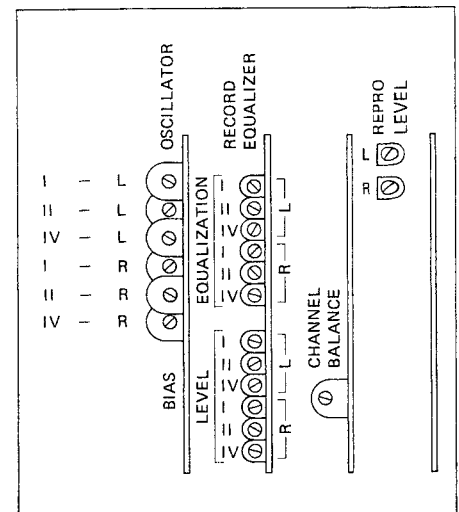

Fig. 5.3
- Den Generatorpegel verändern, bis am linken Ausgang 0,775 V anstehen. Mit dem Trimpotentiometer CHANNEL BALANCE (Fig. 5.3) den rechten Kanal auf den gleichen Pegel einstellen.
- Vary generator level until 0.775 V is available at the left-hand output. Adjust right-hand channel to identical level with the aid of CHANNEL BALANCE trimmer potentiometer (Fig. 5.3).
- Ajustez le niveau du générateur jusqu'à ce que la sortie gauche délivre 0,775 V. Réglez le canal droit au même niveau grâce au trimmer CHANNEL BALANCE (Fig. 5.3).
- Ajustez le trimmer PEAK METER CALIBRATION (fig. 5.3) pour les deux canaux de façon à ce que les deux segments situés à gauche du symbole DOLBY (0 dB) s'allument à peine.
- Wiedergabepegel mit den Trimpotentiometern REPRO LEVEL L und R so einstellen, dass am LINE OUTPUT +2 dBu (0,97 V) ansteht (Fig. 5.3).
- Adjust reproduce level with trimmer potentiometers REPRODUCE LEVEL L and R in such a manner that +2 dBu (0.97) V is available at the LINE OUTPUT (Fig. 5.3).